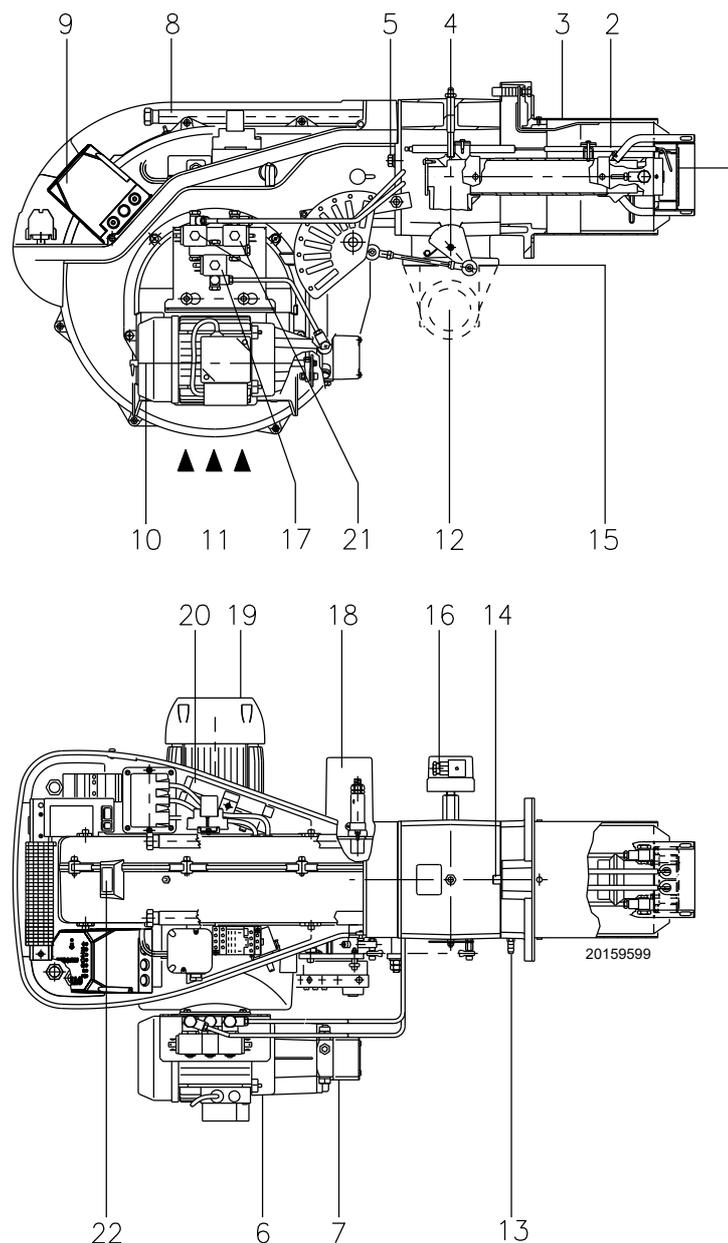

Fig. 6
- (1) Condiciones de referencia: Temperatura ambiente 20°C - Temperatura del gas 15°C - Presión barométrica 1013 mbar - Altitud s.n.m. 0 m
(2) Presión en la toma 5)(Fig. 6 en pág. 13) con presión cero en la cámara de combustión y a la potencia máxima del quemador.
(3) Presión sonora medida en el laboratorio de combustión del fabricante, con quemador funcionando en caldera de prueba a la máxima potencia. La potencia sonora se mide con el método "Free Field", previsto por la Norma EN 15036, y según una exactitud de medida "Accuracy: Category 3", como se describe en la Norma EN ISO 3746.
bloqueo caja de control: la iluminación del pulsador de la caja de control 9)(Fig. 6) indica que el quemador está bloqueado. Para desbloquear, presionar el pulsador.